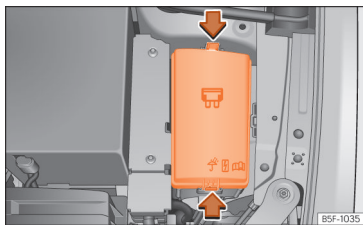

Fig. 52 Nel vano motore: coperchio della scatola dei fusibili.
- Premere le linguette di blocco per sbloccare il coperchio della scatola dei fusibili **>>> fig. 52.**